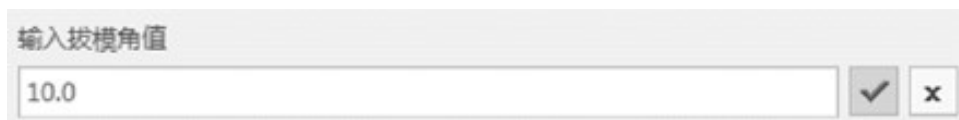

图3-11 输入拔模角度值为10°
Step 18 在动态输入框中输入10°，如图3-11所示。